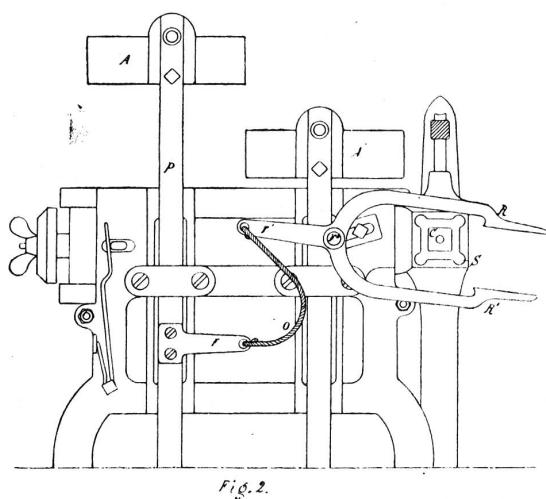
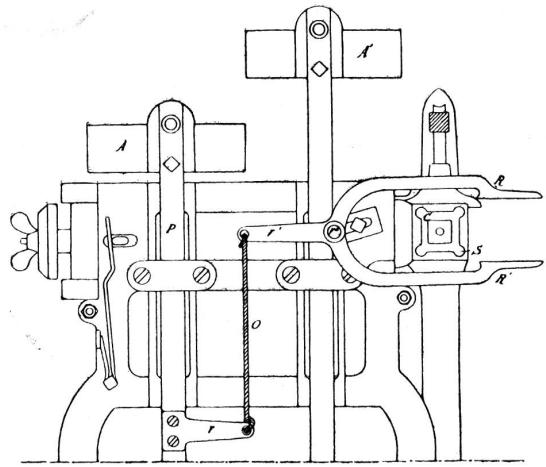

Fig. 2.
Fig. 3.
Der Cylinder C wird mit jeder Seitenfläche 2mal gegen das Nadelbrett gedrückt und zwar unmittelbar nach einander, was mittelst einer Verbindung zwischen dem Gabelhebel r' (Fig. 2 und 3) und dem, an der Hebestange P angeschraubten Theile r erzielt wird; diese Vorrichtung wird im Folgenden noch näher beschrieben werden.
Bei diesem System kann, wie das gewöhnlich bei Jacquardmaschinen der Fall ist, der Cylinder bei seiner Wegbewegung vom Nadelbrett durch den Haken R gedreht werden. Um die Rückwärtsdrehung des Cylinders zu veranlassen, genügt es, vermittelst eines Zuges den oberen Haken auszukehren und den untern Haken R' in den Wendetheil S bei der Laterne eingreifen zu lassen. Um nun während zwei Schüssen zu ermöglichen, die nämliche Cylinderfläche an das Nadelbrett andrücken zu lassen, ist beim zweiten Schuss der obere Haken R zu heben, jedoch nicht so viel, um den untern Haken R' bei der Wegbewegung des Cylinders in den Wendetheil eingreifen zu lassen. Mit Zuhilfenahme der Bewegung des Messerkastens A wird dies auf folgende Art und Weise erreicht: Man bringt den Gabelhebel r' mit einer an der Hebestange P angebrachten Nase r vermittelst einer Schnur oder kleinen Kette O in Verbindung (Fig. 2 und 3). Die Länge dieser letzteren (O) ist natürlich je nach dem Hub des Messerkastens A zu regulieren. Wenn der Cylinder für den ersten Schuss angeschlagen hat, so wird die Verbindung O von der Hebestange (Fig. 2), die auf dem höchsten Punkt angelangt ist, durch die Bewegung in die unterste Stellung mitgenommen und bewirkt eine Senkung des Gabelhebels r' (Fig. 3), während auf der andern Seite des Drehpunktes r'' eine Hebung, resp. Auslösung des Hakens R erfolgt.
Von nebenstehenden Zeichnungen zeigt Fig. 2 die Stellung der Messerkasten und Wendehaken während der Hebung für den ungeraden Schuss und Fig. 3 die Stellung derselben während der Hebung für den geraden.